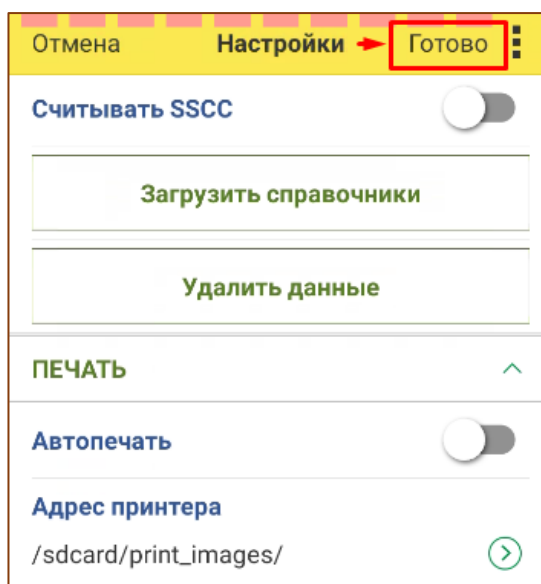

Рис. 5.27 - Сохранение настроек
4. Выйти в главное меню. Проверить, что все функции доступны. После заполнения всех полей нажать «Готово» (Рис. 5.27).